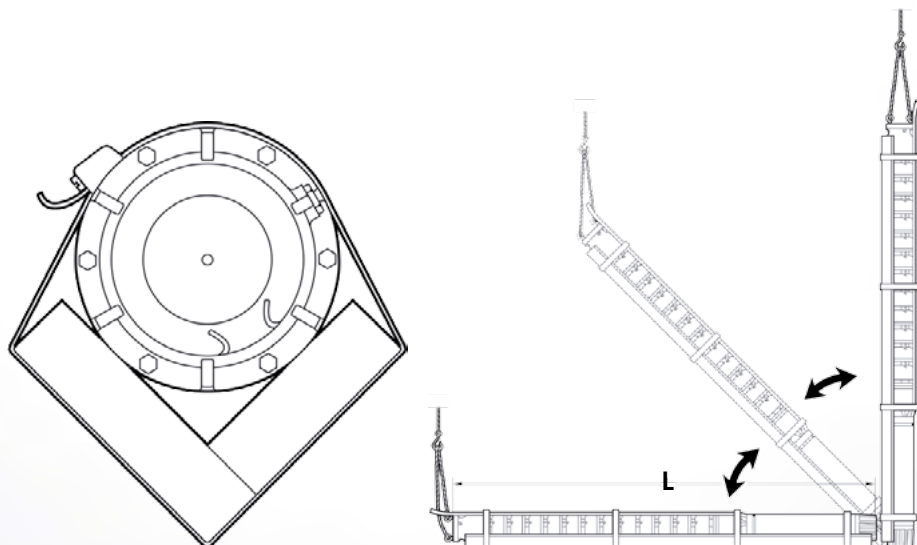

Figura 6: Içamento da motobomba.
- Para o posicionamento horizontal ou novo içamento da motobomba, caso a montagem do conjunto exceda o comprimento (L) de 4 metros, faça uso de um suporte auxiliar para prevenir possíveis danos, os quais podem ser causados por tensão ou flexão (figura 6).
- Caso a montagem do conjunto exceda o comprimento (L) de 4 metros, faça o uso de um suporte auxiliar para içá-la na vertical, prevenindo possíveis danos, os quais podem ser causados por tensão ou flexão (figura 6).